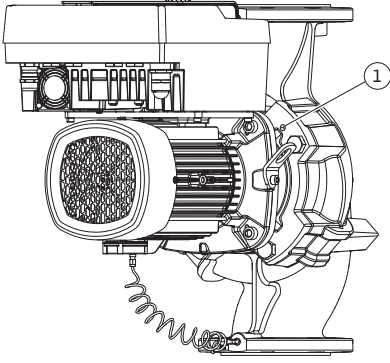
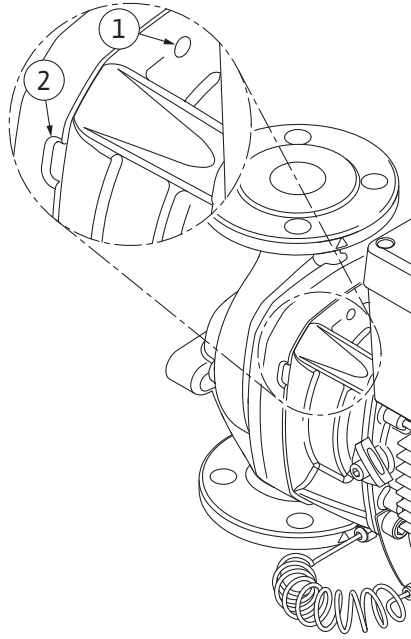

Fig. 104: Takma kitinin dişli delikleri üzerinden dışarı bastırılması
Fig. 105: Takma kitinin pompa gövdesinden dışarı itilmesi için yivli delikler ve açıklıklar
12. Pompa tipi (Fig. III, IV) için poz. 29 cıvatarını çözün. Bitişik iki dişli deliği (Fig. 104, Poz. 1) kullanın ve müşteri tarafından sağlanan uygun cıvataları kullanın (ör. M10 x 25 mm). Takma kitini pompa gövdesinden ayırın. Pompa tipi (Fig. I ve Fig. II) için iki M10 dişli deliği kullanın (bkz. Fig. 105) ve müşteri tarafından sağlanan uygun cıvataları (ör. M10 x 20 mm) kullanın. Bastırmak için kızaklar da (Fig. 105, Poz. 2) kullanılabilir. Bu işlem için ör. iki tornavidayı kaldıraç olarak kullanın. Yaklaşık 15 mm bastırma mesafesinden sonra takma kiti artık pompa gövdesine ilerletilemez.